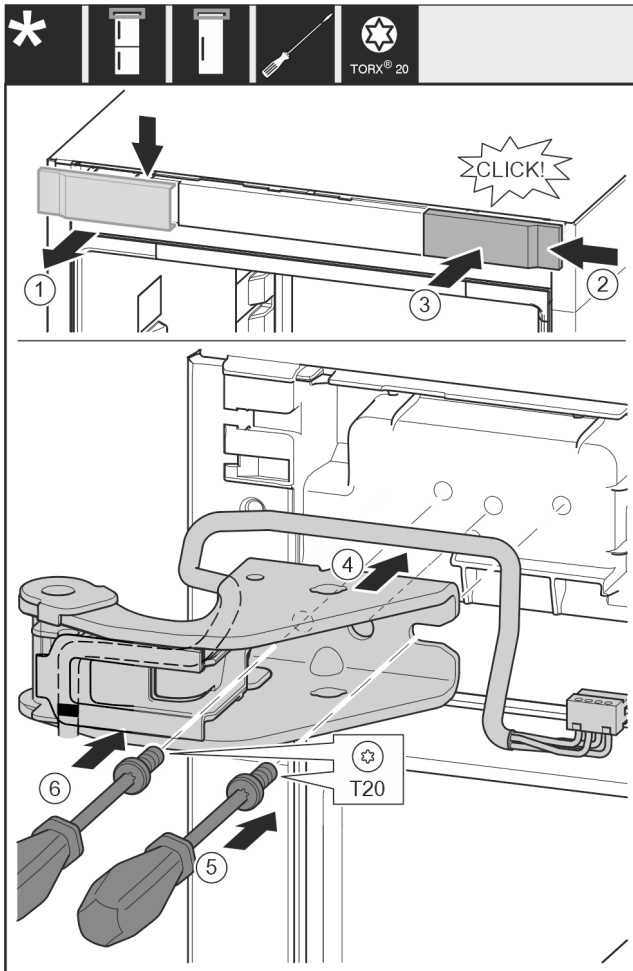

Fig. 20
- ▶ Rimuovere la copertura dall'alto in avanti. Fig. 20 (1)
- ▶ Ruotare la copertura di 180° e agganciarla sull'altro lato da destra. Fig. 20 (2)
- ▶ Innestare la copertura. Fig. 20 (3)
- ▶ Applicare il blocco di supporto superiore. Fig. 20 (4)
- ▶ Applicare la vite con il cacciavite T20 e serrare. Fig. 20 (5)
- ▶ Applicare la vite con il cacciavite T20 e serrare. Fig. 20 (6)